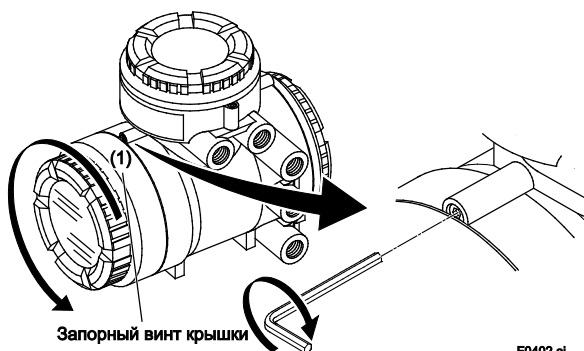

Рис. 4.1.2 Снятие крышки индикатора (вынесенный преобразователь AXW4A)
(1) Снятие крышки
- Освободите запорный винт крышки (1) (см. Рис 4.1.1 и Рис. 4.1.2), поворачивая его по часовой стрелке шестигранным гаечным ключом, чтобы разблокировать крышку. При доставке с завода-изготовителя крышка заблокирована. Держите расходомер в руке. Снимите крышку, вращая ее против часовой стрелки.
(3) Установка крышки
- Чтобы зафиксировать крышку, закрепите ее с помощью запорного винта крышки (1) (см. Рис 4.1.1 и Рис. 4.1.2), поворачивая его против часовой стрелки шестигранным гаечным ключом (с номинальным размером 3).